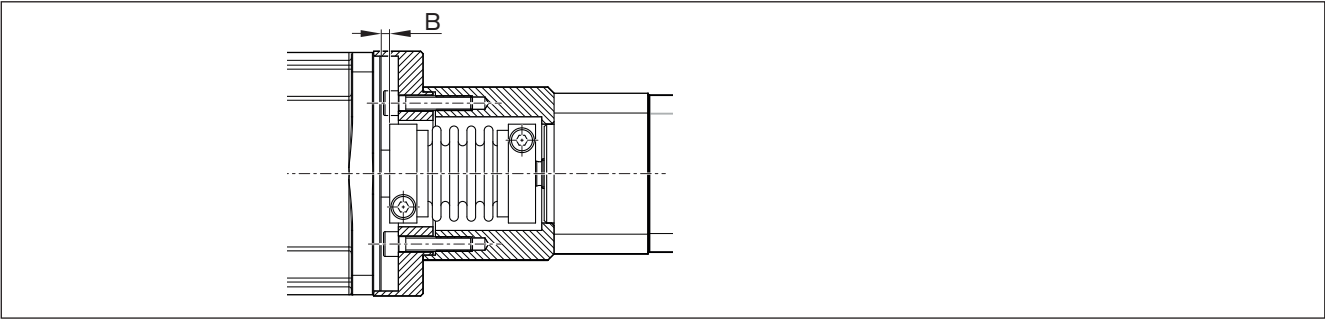

Fig. 17: Maße B einstellen
1. Die Kupplung (1) auf den Antriebszapfen des Motors (6) stecken. Dabei das Abstandmaß (B) einhalten ➡ Fig. 17/Tabelle 13. Die Kupplung mit der Klemmschraube (3) auf dem Motorzapfen mit M_{A1} klemmen.